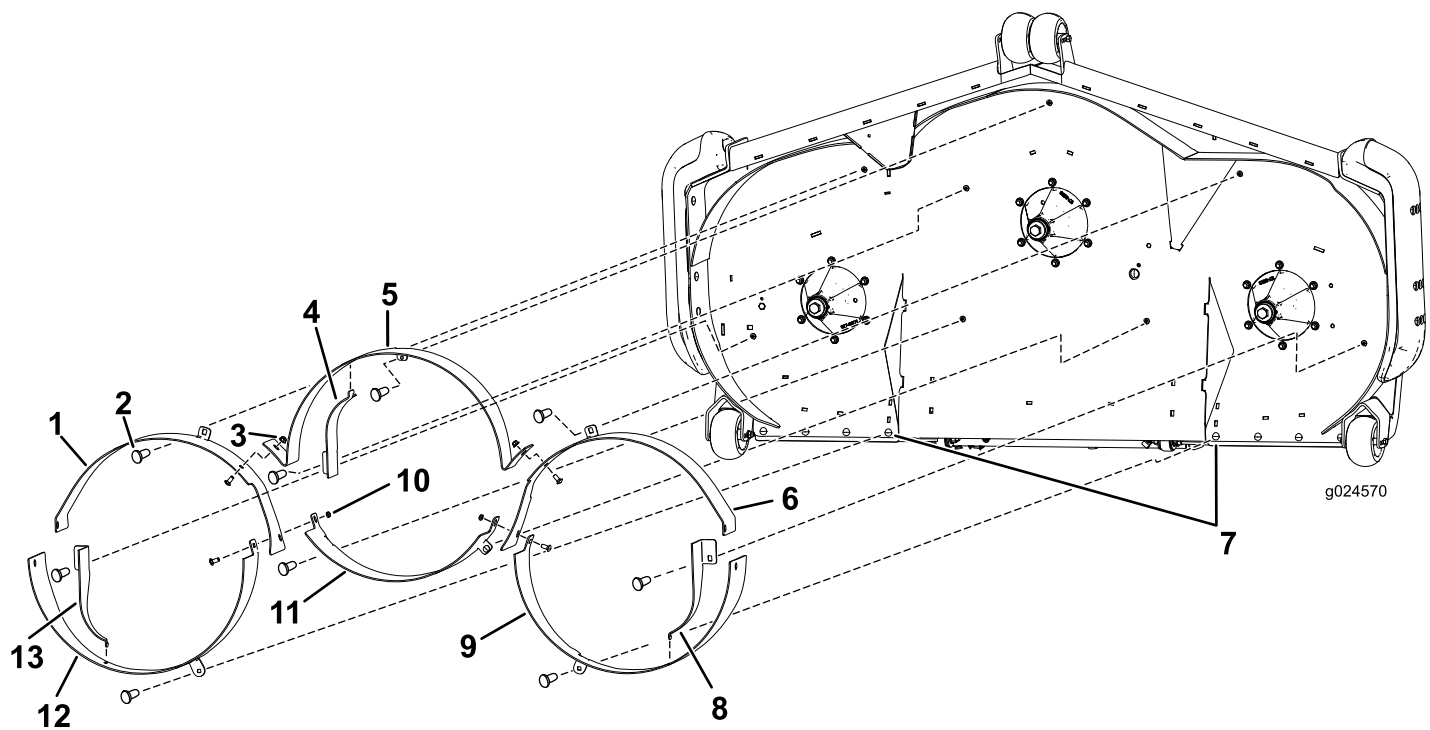

Bild 3
1. Befestigen Sie die vorderen Außenablenkleche mit einer Schlossschraube (3/8-16" x 7/8") und einer Bundmutter (3/8-16) pro Ablenklech (Bild 3).
2. Befestigen Sie das mittlere Ablenklech vorne mit drei Schlossschrauben (3/8-16" x 7/8") und Bundmuttern (3/8-16), wie in Bild 3 abgebildet.
3. Befestigen Sie die hinteren Außenablenkleche mit einer Schlossschraube (3/8-16" x 7/8") und einer Bundmutter (3/8-16) pro Ablenklech, wie in Bild 3 abgebildet.
Ablenklech und im innersten rechteckigen Loch an der Innenreifenklappe an jeder Seite verwendet (Bild 3).